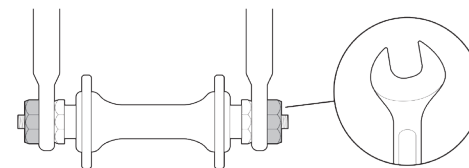

fig. 10
- Dadi esagonali o bulloni per chiave a brugola sono filettati all'interno o all'esterno dell'asse (ruota a bullone) (Fig. 10).